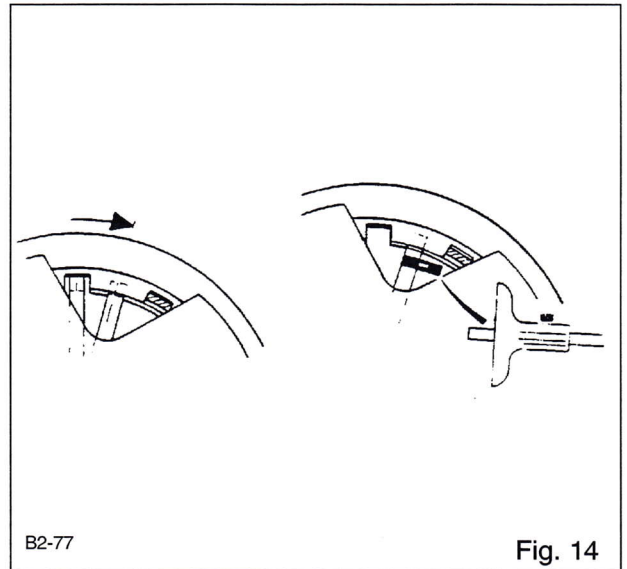

Fig. 14
- Påfør en kraft på 850 daN.m, og drej derefter værktøjet som vist på Fig. 14.
- Mål, ved hjælp af en dybdemåler, målet **Y** (Fig. 14 og 15).